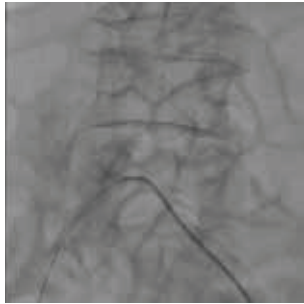

図12A
14) CTOのproximal siteがDFAとの分岐部にあるということは判明していたが対側アプローチからOUTBACK ELITEを持ち込むことの困難さを前回経験していたため、右SFA 6Fr Parent 左SFA 4.5Fr Parentシースでシステムを組んだ。まず対側から回した4.5Frのシステムから炭酸ガス造影を行い、同側穿刺部位の場所を確認してエコーガイド下で6Fr Parentシースを右SFAに挿入した。(図12A、B)